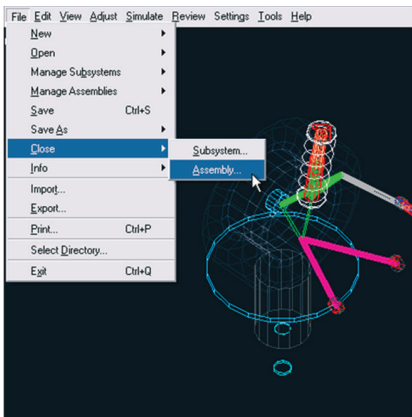

Figura 4.209 – Encerrando o *Assembly*.
- Acesse o menu *File* → *Close* → *Assembly* (Figura 4.209).